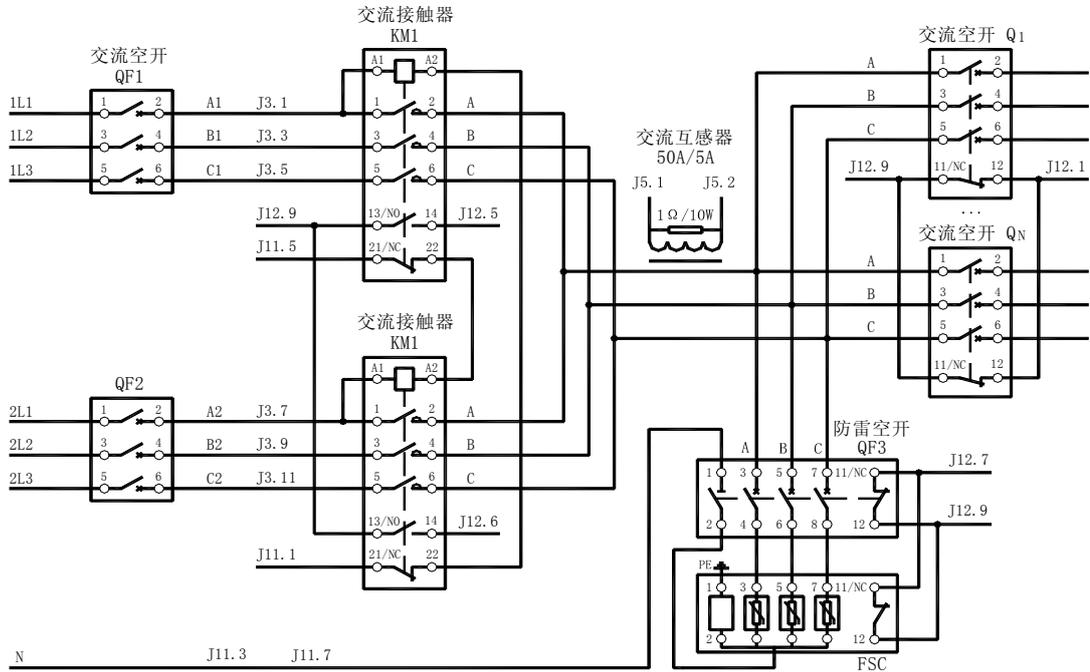

图 2-3-3 交流输入接线图
- J3 是 2 路交流输入电压检测端子；J5 是其中 1 相电流检测端子；J11 是 2 路交流接触器控制接点输出；J12.5、J12.6 是接触器状态接点（常开）输入。有关这些端子的连接请参考图 2-3-3。接触器 1 控制输出为无源常闭干接点，接触器 2 控制输出为无源常开干接点。